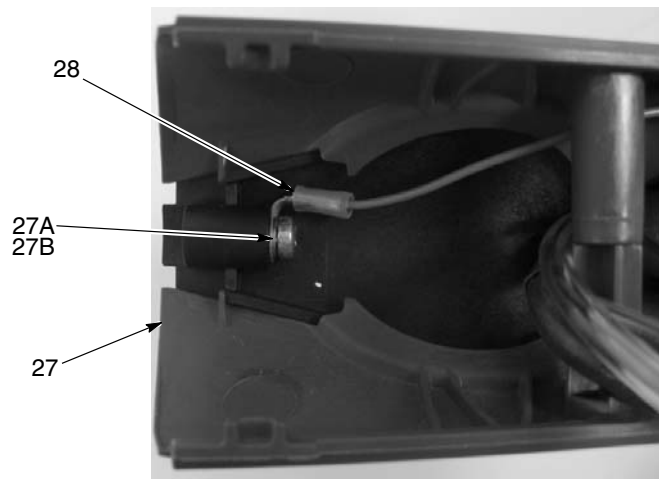

Figura 5-8 Demontarea terminalului de împământare din suportul de împământare (vedere de sus)
12. A se vedea Figura 5-8. Scoateți șuruburile M3 x 6 și șaiba de blocare M3 (27A, 27B) și deconectați terminalul de împământare cu inel (piesă a cablului, 28) de la suportul de împământare (27).
8. A se vedea Figura 5-8. Conectați borna de împământare a cablului la bosajul interior al suportului de împământare (27) cu șaiba de blocare și șurubul (27A, 27B).